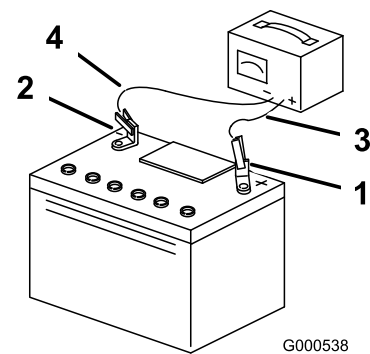

Figura 53
5. Cuando la batería esté completamente cargada, desconecte el cargador del suministro eléctrico, y desconecte los cables del cargador de los bornes de la batería (Figura 53).